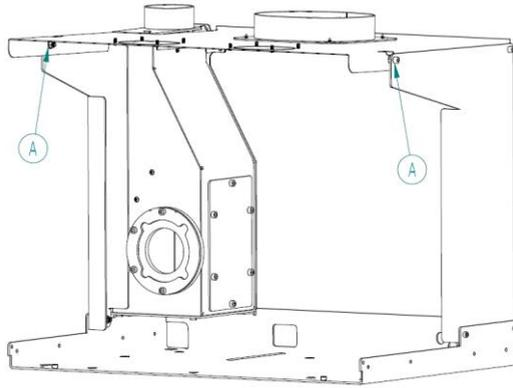

Figure 19 – Installation
- Comme le montre la **Figure 19**, la version **Earth Vision V** de l'insert comporte un châssis fixe possédant une partie supérieure fixée aux montants latéraux par des vis M6 DIN912 et des écrous DIN934. En desserrant sans retirer complètement les vis repérées " A ", le couvercle pivote autour des vis arrière, facilitant l'accès à la fixation du tuyau de charge des granulés. Il faut fixer le tuyau au couvercle avec un collier métallique, en veillant à ce que le tube ne présente pas un fléchissement susceptible de bloquer les granulés. Remettre le couvercle dans sa position initiale et serrez les vis.